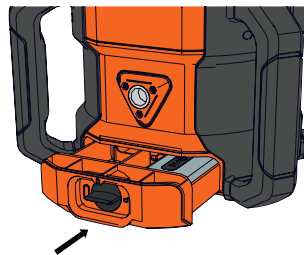

Figura 9
8. Vuelva a insertar el compartimento de las baterías en el láser rotativo. (Figura 9)